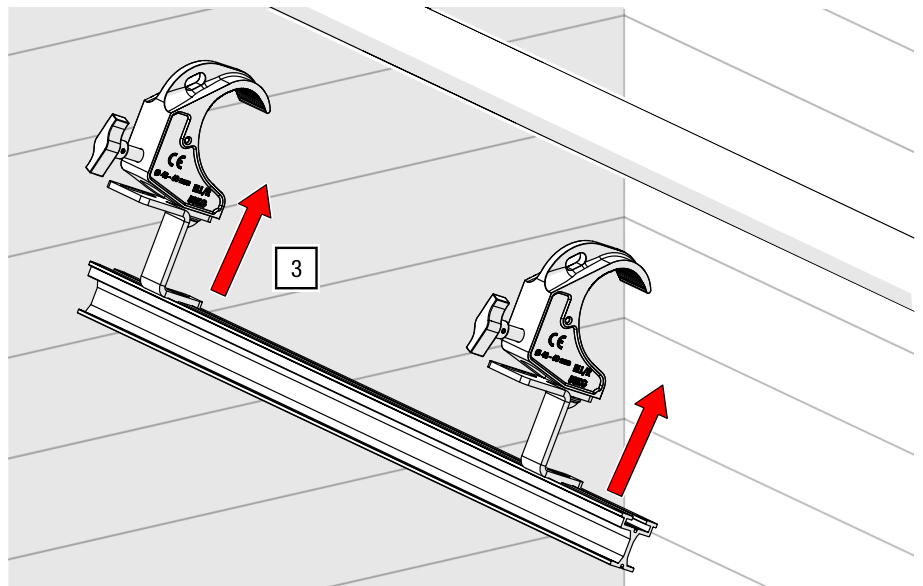

Abb. 65: G-CLAMP – auf Rohr positionieren
3. Öffnen Sie die Rohrschellen maximal und heben Sie diese an das Rohr des Tragwerks (siehe Abb. 65).